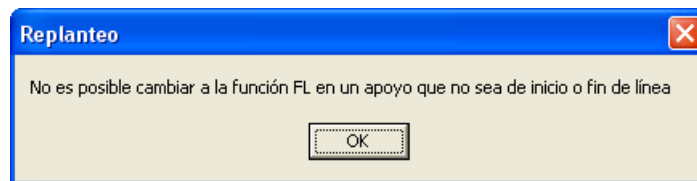

Figura 11.42.
- Figura 11.42: No necesita comentario.